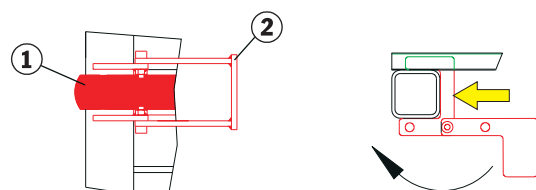

Рис. 15: Установка фиксатора троса
- 2 Установите фиксатор (2) троса: для этого вставьте U-образные профильные элементы с задней стороны боковой панели в перекладины над и под тросом (1) и надвиньте на вертикальную трубу прямоугольного сечения (см. рис. 15 и 16).